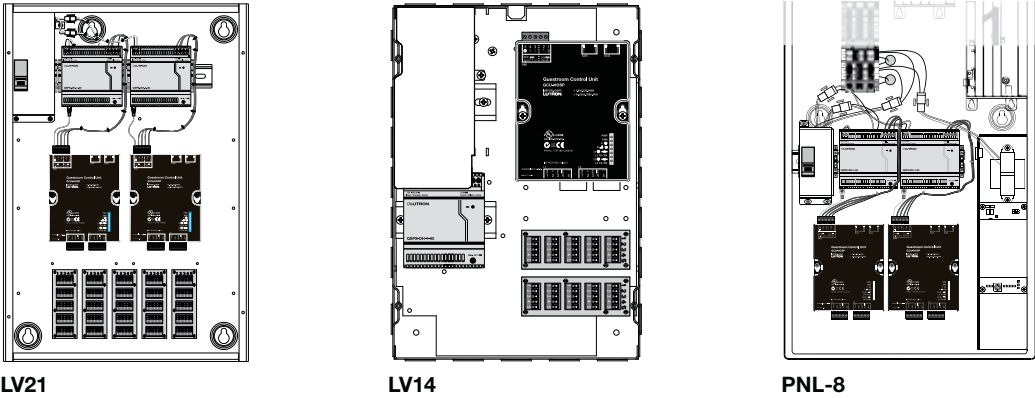

Figura 2 – Cabeamento de alimentação
- 2. Ligação de Energia:** a unidade é energizada pela fonte QSPS-DH-1-60. Conecte o chicote de fios da alimentação ao bloco terminal PWR da unidade de controle de quartos (veja a **figura 2**). Esse chicote tem 4 condutores, 1 PRETO e 3 VERMELHOS. O fio PRETO se conecta ao pino 1 (COM) e um dos fios VERMELHOS se conecta ao pino 2 (P) para alimentar a unidade. Os outros dois fios podem ser conectados aos pinos 3 e 4 (L1 e L2), se os links configuráveis L1 e L2 precisarem de energia. Encape os fios não usados.
- 3. Conecte o fio terra da unidade de controle de quartos:** conecte a ponta desencapada do fio terra (incluído) ao terminal 5 (⊕) do bloco terminal PWR. Conecte o terminal forquilha ao painel, usando o parafuso dentado, conforme demonstrado no gabinete LV21, na **figura 2**.